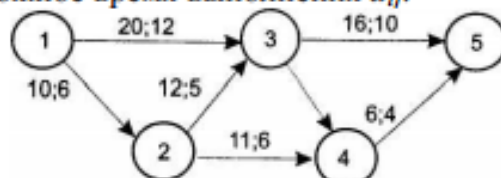

Рис. 7.1
**Пример.** Для сокращения срока реализации проекта, представленного сетевым графиком (рис.7.1), заказчик выделил 14 ед. дополнительных средств. Продолжительность выполнения работ линейно зависит от дополнительно вложенных средств и выражается соотношением